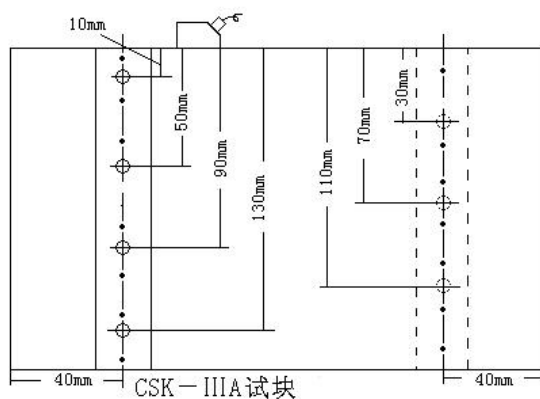

图 4-10
- 2、将探头 与参考试块耦合，使第一个参考点回波到最高（我们用CSK-IIIA试块如图4-10）。